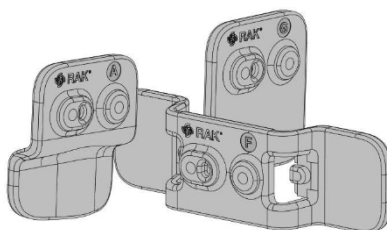
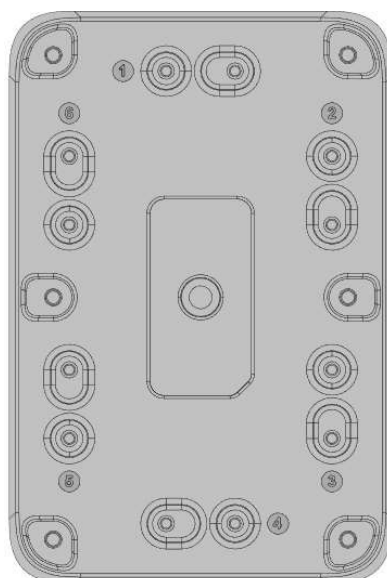

Abbildung 12: Mit Buchstaben gekennzeichnete Befestigungszubehörteile
Abbildung 13: WisBlock Unify-Gehäuse mit Zahlen gekennzeichnet
Nach der vollständigen Montage des Gehäuses müssen Sie im nächsten Schritt das richtige Montagezubehör für Ihre Anwendung auswählen. Jedes Montagezubehör ist mit einem Großbuchstaben gekennzeichnet, wie in **Abbildung 12** dargestellt, und jedes WisBlock Unify-Gehäuse verfügt über mehrere feste Positionen, die durch eine Zahlenmarkierung gekennzeichnet sind, wie in **Abbildung 13** dargestellt. Das mittelgroße WisBlock Unify-Gehäuse verfügt nur über sechs (6) feste Positionen.